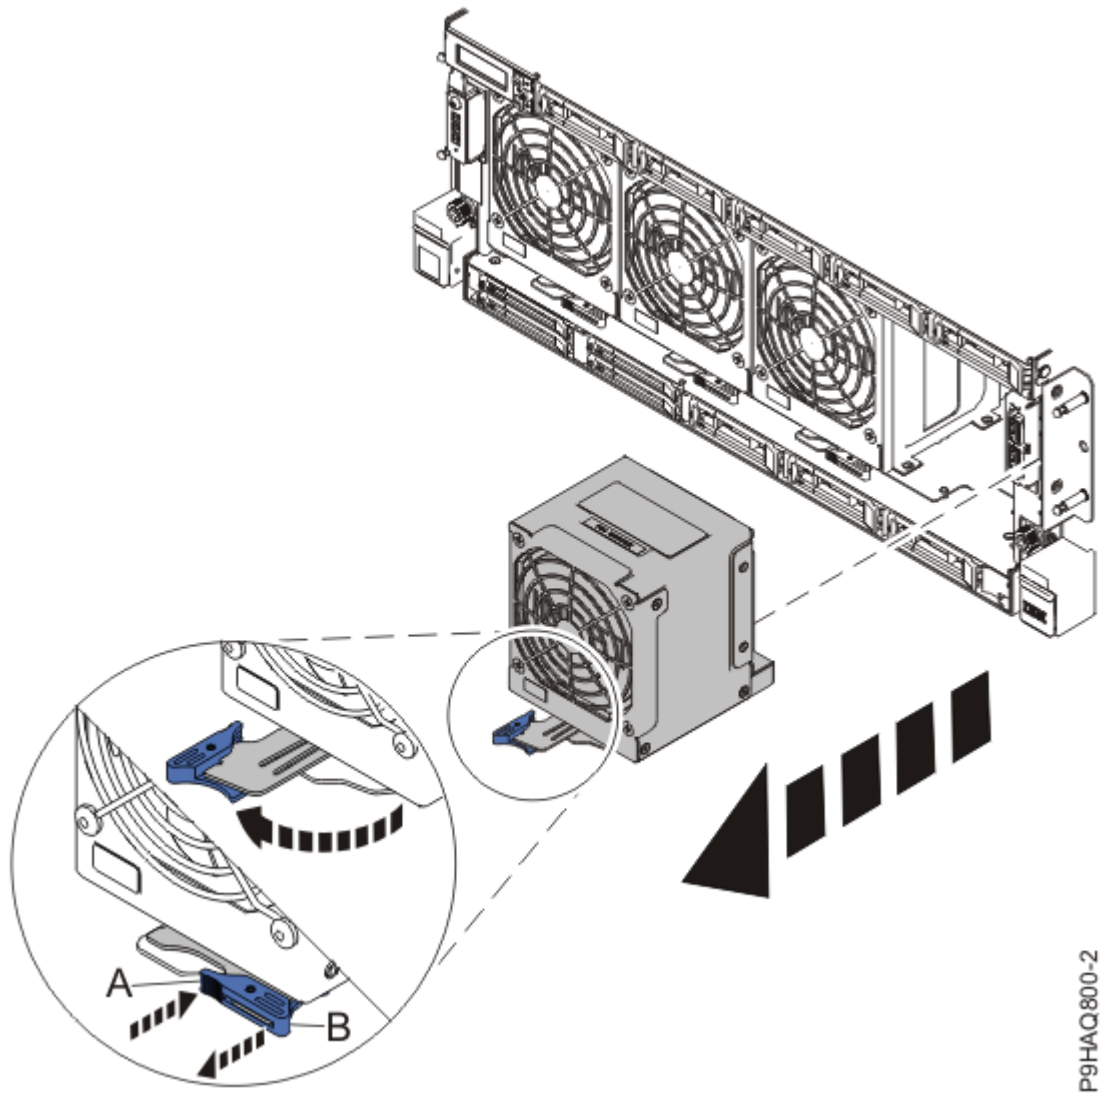

Figura 9: Extracción del ventilador frontal
1. Ponga el dedo pulgar en el pestillo **(A)** y ponga el dedo índice en el pestillo **(B)**, tal como se muestra en la Figura 9 en la página 12.